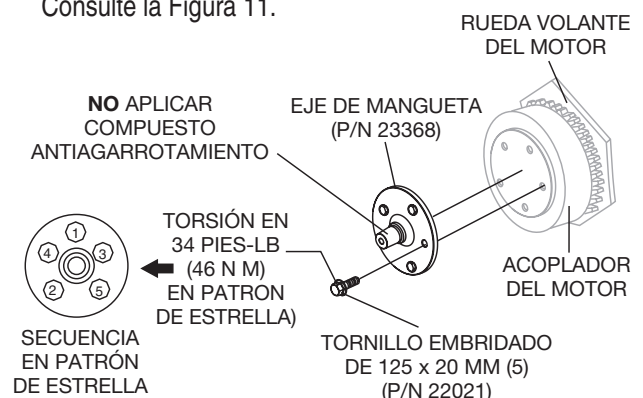

Figura 11. Instalación del eje de mangueta
3. Usando una llave tubular de 13mm, instale un **nuevo** eje de mangueta, P/N 23368, con un tornillos con brida hexagonal de M8-1,25 x 20 mm (5), P/N 22021, en el acoplador del motor. **NO** aplique compuesto antiagarrotamiento al eje de mangueta. Consulte la Figura 11.
4. Aplique una torsión a los tornillos de montaje del eje de mangueta de 34 pies-lb (46 N·m) en patrón **de estrella**. Consulte la Figura 11.